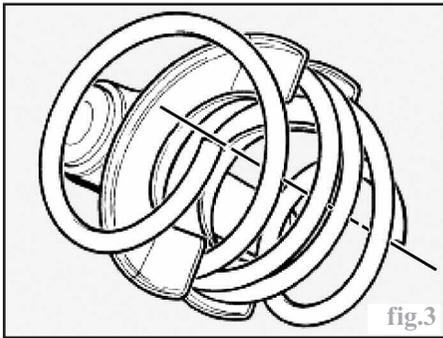
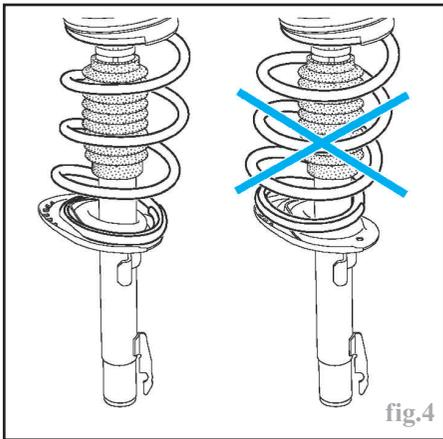

fig.3
fig.4
- Au remontage, respecter le sens de montage des pièces de l'élément de suspension, placer correctement le compresseur sur le ressort (fig.3) et celui-ci sur ses coupelles (fig.4) puis utiliser un écrou neuf pour la tige d'amortisseur.
- Déposer la protection (1) de l'écrou du joint de cardan inférieur de la colonne de direction et le déposer (fig.4, chapitre "Direction").